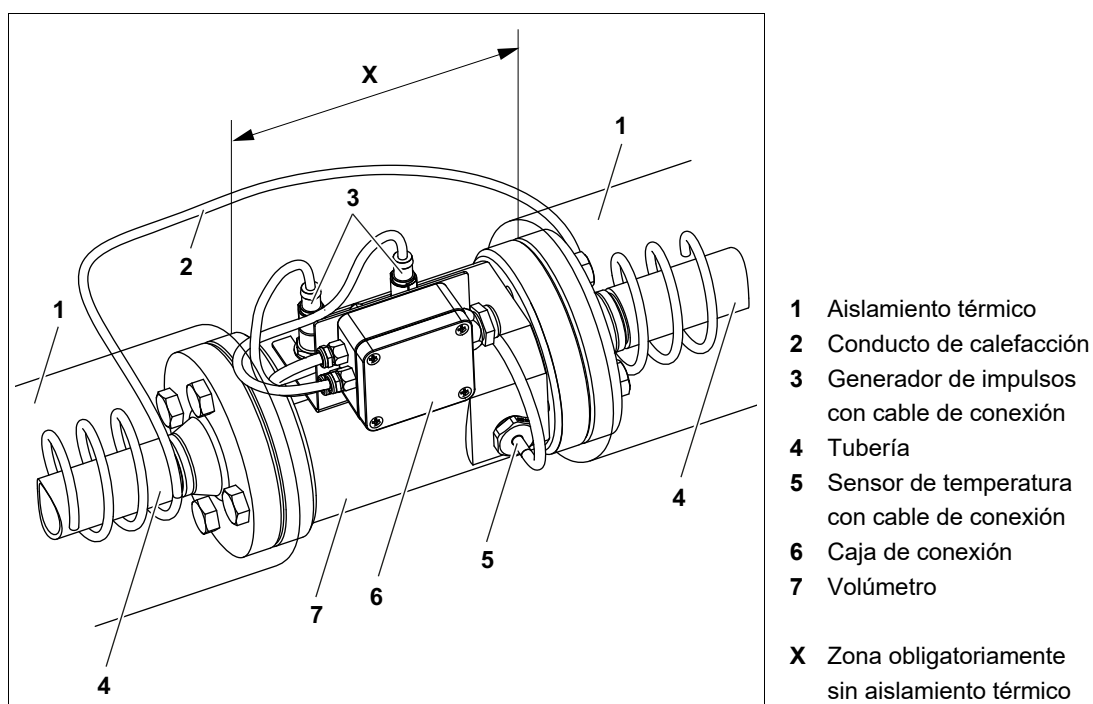

Fig. 1 Volúmetro con calefacción accesoria
- Asegúrese de que el generador de impulsos **3**, el sensor de temperatura **5**, la caja de conexión **6** y los cables correspondientes no estén aislados térmicamente, es decir, la zona **X** debe permanecer libre de aislamiento térmico, véase Fig. 1, página 9.